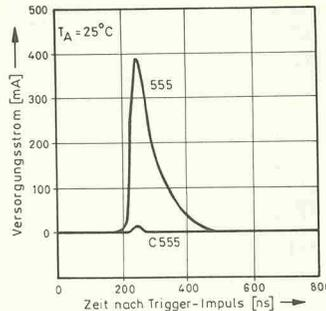

Bild 38. Vergleich des Spitzenstroms eines gewöhnlichen 555-Timers mit dem der CMOS-Version.
zwar unter der Bezeichnung (TL)C 555 und (TL)C 566 sowie ICM 7555 und ICM 556 (Intersil). Alle Ausführungen sind untereinander pin- und funktionskompatibel, weisen aber wegen der unterschiedlichen Herstellungsprozesse abweichende Kennwerte auf. Der Hauptvorteil der CMOS-Typen besteht darin, daß die Amplitude der Trigger-Stromspitze sehr viel kleiner ausfällt als bei den herkömmlichen, bipolaren Ausführungen (Bild 38).